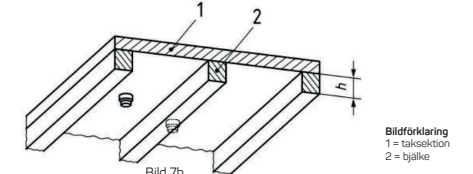

Bild 7b
- Anmärkning: Brandvarnare kan sättas upp som till vänster (1) eller som till höger (2).
- I rum med kassetak vars taksektioner är högst 36 m², har en taklutning på högst 20° och takbjälkar/balkar med en höjd (h) på max 20 cm, behöver man inte beakta de enskilda taksektionerna (se bild 7b). Installera brandvarnaren så centralt som möjligt i rummet, i en taksektion eller på bjälken.